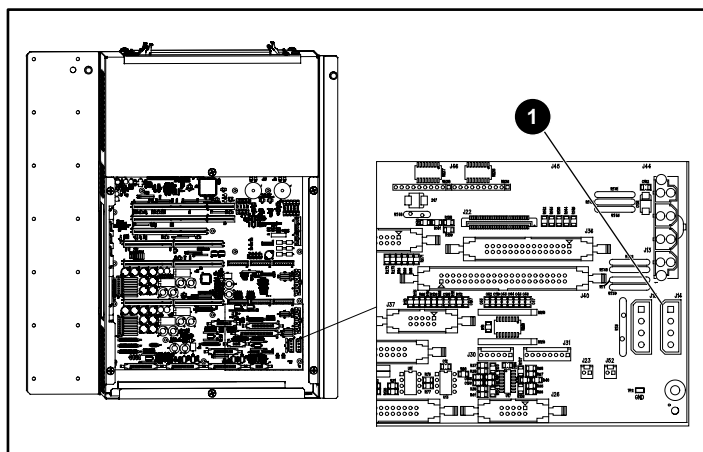

図6: J14に接続する
❶ 電子カバー
5. ファン電源ケーブルをPCIシャーシに配線します (図6を参照)。
6. ファン アセンブリをPCIバックプレーン上のJ14に接続します (図6を参照)。